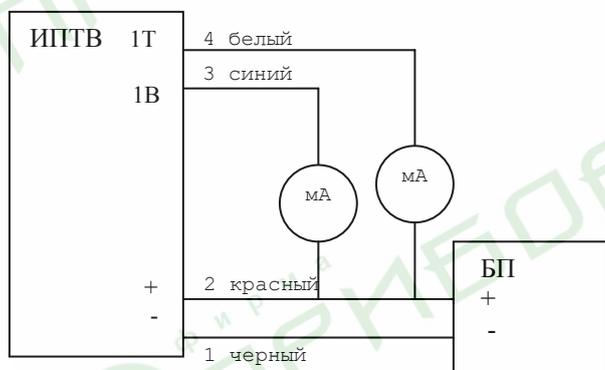

Рисунок 1
- 2) подсоединить электрический разъем с подводящими проводами (рисунок 1).